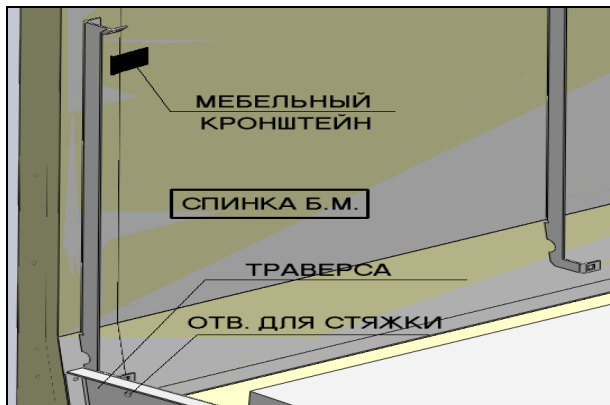

рис. 4
3. Установить мебельные кронштейны (входят в комплектацию витрины) на задней спинке под козырьками (рис. 4), сняв предварительно панели задние стыкуемых витрин. Стянуть витрины через мебельные кронштейны болтами М8Х60 с гайками М8 (входят в комплектацию витрин) – рис. 4. Установить панели задние.